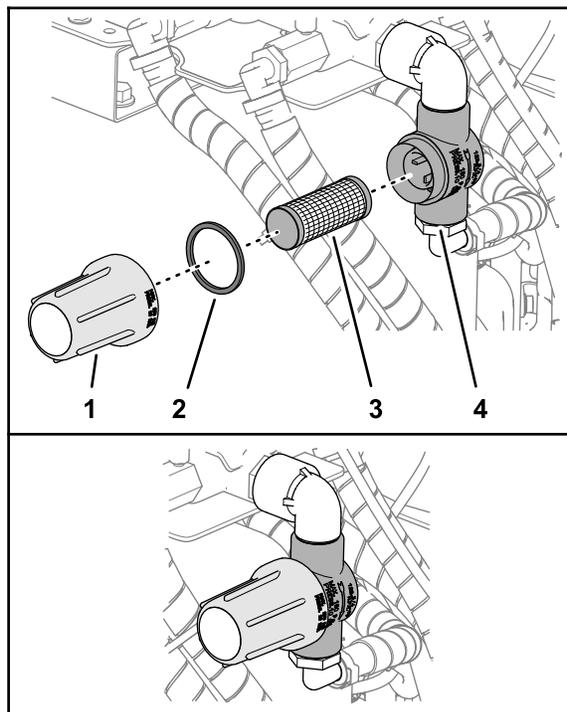

Figure 52
3. Tournez la cuvette du filtre dans le sens antihoraire et déposez-la ainsi que le filtre du boîtier (Figure 52).
- Remettez le filtre dans le boîtier (Figure 52).
- Vissez le joint et la cuvette à la main sur le boîtier du filtre (Figure 52).